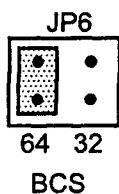

Fig.7
- 64 : BICK = 64fs (Fig.7) (default)